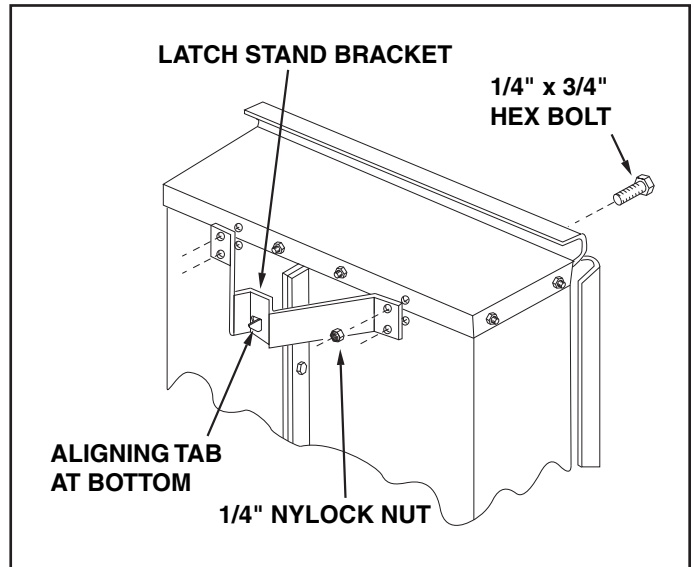

FIGURE 7
11. Turn the latch stand bracket so that the aligning tab is at the rear (bottom) of the bracket. Assemble the latch stand bracket to the cart using four  $1/4" \times 3/4"$  hex bolts and  $1/4"$  nylock nuts. **TIGHTEN**. See figure 7.
11. Faites pivoter le support de soutien d'attelage de telle sorte que la patte d'alignement se retrouve à l'arrière (en bas) du support. Assemblez le support de soutien d'attelage à la remorque en utilisant quatre boulons hexagonaux 1/4" x 3/4" et des écrous hex. 1/4". **SERREZ.** Voir figure 7.